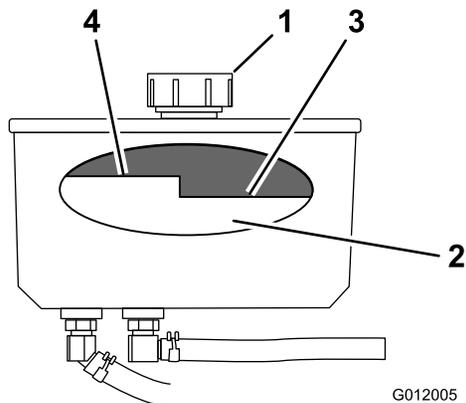

Figure 71
- Nettoyez la surface autour du bouchon et du goulot de remplissage du réservoir hydraulique (Figure 71).
- Enlevez le bouchon du goulot de remplissage (Figure 71).
**Remarque:** Lorsque l'huile est chaude, le niveau de liquide doit être en dessous du repère « à chaud » sur le déflecteur (Figure 71).